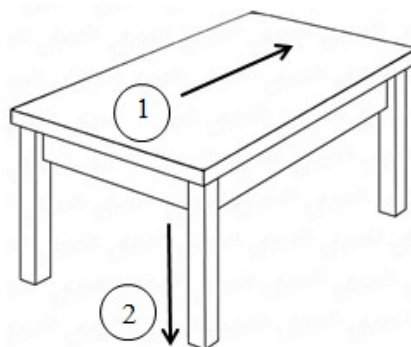

Figura No. 5, Dirección de Flujo de limpieza de mesas y bancos
6.5.1.27 **Limpieza de las mesas y bancos:** Humedecer el paño de microfibra con desinfectante autorizado y hacer trazos rectos, firmes y superpuestos por toda la superficie como se indica en la Figura No. 5, Dirección de Flujo de limpieza de mesas y bancos. Utilizar el mismo flujo para los siguientes pasos.
- 6.5.1.28 Humedecer un paño de microfibras con Agua de ósmosis y hacer trazos rectos, firmes y superpuestos por toda la superficie como se indica en la Figura No. 5 para eliminar el desinfectante.
- 6.5.1.29 Humedecer nuevamente el paño de microfibra con desinfectante autorizado y hacer trazos rectos, firmes y superpuestos por toda la superficie como se indica en la Figura No. 5
- 6.5.1.31 Humedecer un paño de microfibras con Agua de ósmosis y hacer trazos rectos, firmes y superpuestos por toda la superficie como se indica en la Figura No. 5 para eliminar el desinfectante.